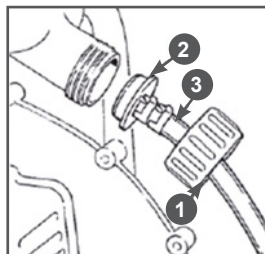

Рис. 11 Демонтаж выпускного шланга опрыскивателя
2. Демонтируйте выпускной шланг опрыскивателя. Для этого необходимо открутить соединительную гайку 1 (Рис.11) и вытащить редуктор 2 со шлангом 3.